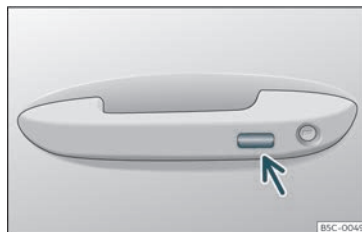

Fig. 84 Maneta de la porta:superfície sensora.
- **O BÉ** mitjançant el sistema Keyless Access* (només tancament): Mantingueu un dit durant uns segons sobre la superfície sensora de bloqueig >>> **fig. 84** (fletxa) de la maneta de la porta perquè es tanquin les finestres i el sostre*. Si es deixa de tocar la superfície sensora s'interromp la funció de tancament.
- Mantingueu un dit durant uns segons sobre la superfície sensora de bloqueig >>> **fig. 84** (fletxa) de la maneta de la porta perquè es tanqui el sostre. Si es deixa de tocar la superfície sensora s'interromp la funció de tancament.